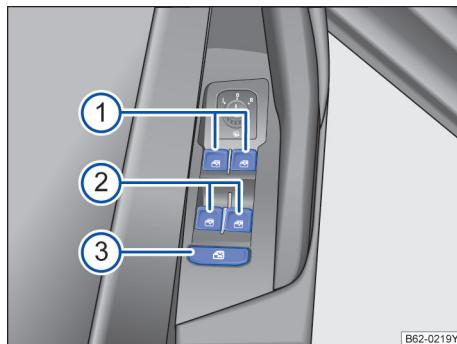

图 56 在驾驶员侧车门内：前部和后部车窗升降器的按钮。
→ 图 56 的图例：
：安全按钮 → 图 56③ 停用后门车窗控制按钮。这时按钮中的黄色指示灯亮起。